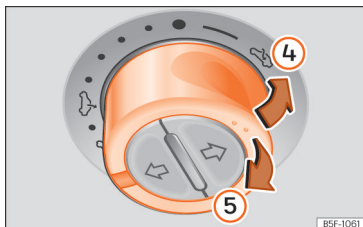

Abb. 111 Im Dachhimmel: Schalter zum Hochklappen oder Zuklappen des Dachs drücken bzw. daran ziehen.
- Hochfahren: Drücken Sie den Schalter auf die Position » Abb. 111 ④. Zum Einstellen einer Zwischenposition betätigen Sie den Schalter bis die gewünschte Position erreicht ist.
- Senken: Ziehen Sie den Schalter auf die Position » Abb. 111 ⑤. Zum Einstellen einer Zwischenposition betätigen Sie den Schalter bis die gewünschte Position erreicht ist.
»» **Abb. 111** (Pfeil **5**) bis das Dach vollständig geschlossen ist.